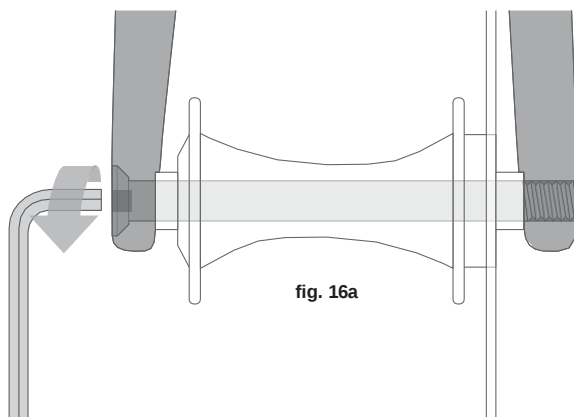
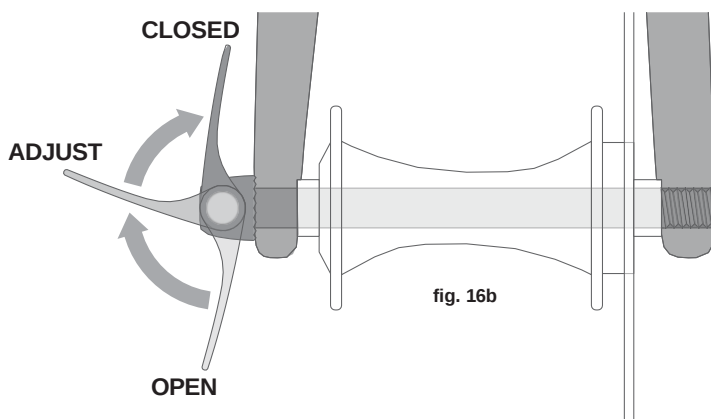

fig. 16a
fig. 16b
a. Réglage du mécanisme de l'axe traversant (fig. 16a et 16b)
L'axe traversant est inséré dans le trou non fileté de la patte du cadre ou de la fourche, à travers le moyeu de la roue, et est vissé directement dans la patte opposée en serrant l'axe traversant. Les méthodes d'installation courantes peuvent utiliser une clé hexagonale Allen (**fig. 16a**) ou un levier à came (**fig. 16b**). Veuillez-vous référer aux instructions du fabricant pour obtenir des informations spécifiques sur le fonctionnement de votre axe traversant, y compris les spécifications de couple correctes ou les informations sur le réglage du levier.